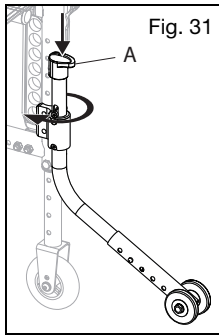

Fig. 31
Cómo girar los antivuelco abatibles (Fig. 31)
1. Empuje hacia abajo la perilla del antivuelco (Fig. 31:A).